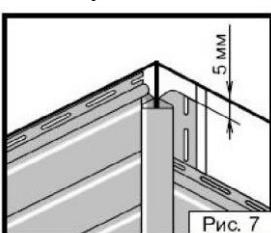

Рис. 7
- Внешний и внутренний углы устанавливаются на стыке двух стен, причем верхний край угла на 5 мм ниже верхнего края стены, а нижний край угла на 5 мм ниже нижней кромки начальной планки (рис. 7, 8).